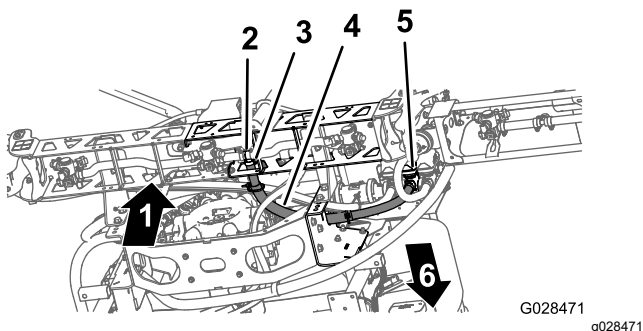

Figura 42
1. Pozai furtunurile din seciunea centrală a braului aa cum se indică în Figura 42.
2. Instalai furtunul din seciunea braului peste fittingul în T inelat de la seciunea centrală a braului i fixai furtunul cu un colier de furtun (Figura 42).